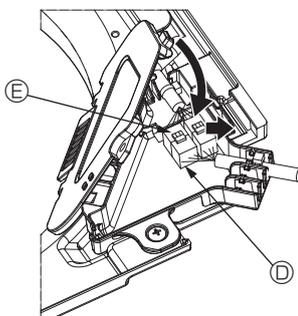

Fig. 6-10
- ③ После размещения проводов в коннекторную коробку закройте крышку коробки. Убедитесь, что вы не зажали провода. (Fig. 6-10) Закрывая крышку коннекторной коробки, сдвиньте крышку в направлении, указанном стрелкой, и убедитесь, что выступ надежно вставлен.